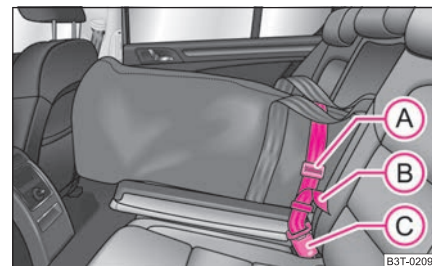

Fig. 106 Seguro de la bolsa para carga de gran longitud en el cierre central del cinturón de los asientos traseros
- Inserte el cinturón de seguridad de la bolsa para carga de gran longitud (A) en el cierre del cinturón central (C) ⇒ fig. 106.
- Apriete fuertemente el cinturón de seguridad por el extremo libre (B). ▶